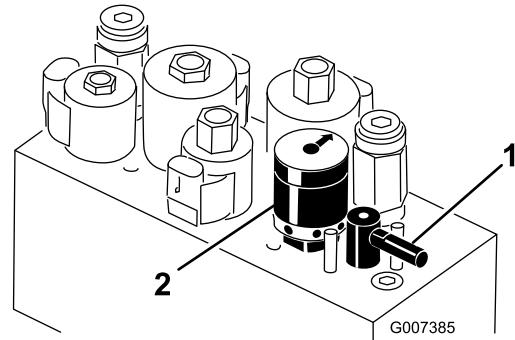

Figura 28
4. Para ajustar a velocidade dos cilindros, rode o manípulo (Figura 28) até que as setas indicadoras fiquem alinhadas com o número que designa o ajuste desejado.